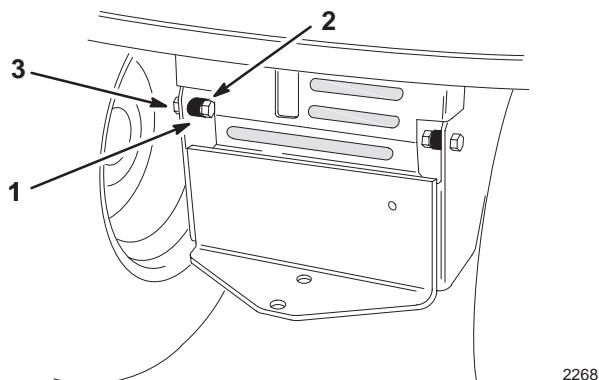

Figure 2
1. Montez les entretoises à l'intérieur du châssis du tracteur avec 2 boulons (3/8 x 1-1/2 pouce) et 2 contre-écrous (3/8 pouce) (Fig. 2).